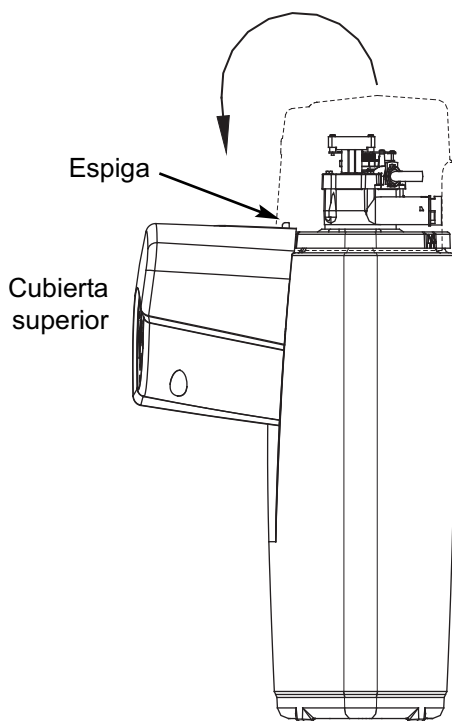

FIG. 5
3. Cuelgue la cubierta de la espiga del frente del reborde, como se ilustra en la Fig. 5. Evite que la cubierta cuelgue de los cables.